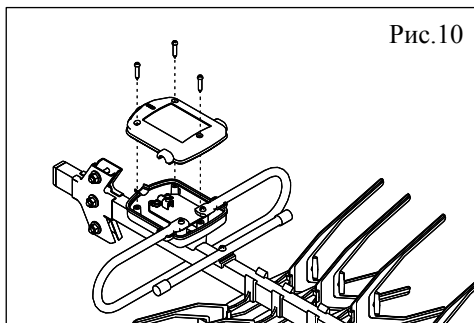

Рис.10
5.12. Снять крышку монтажной коробки, предварительно отвернув три самонарезающих винта (рис.10).